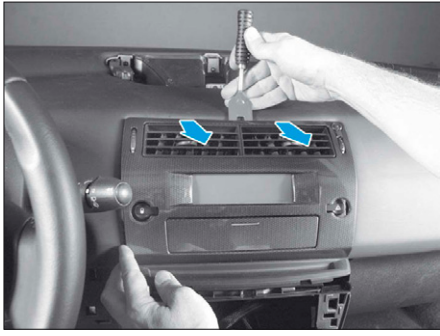

FIG. 40
- Dégrafer puis déposer l'habillage supérieur de la console (Fig.40).